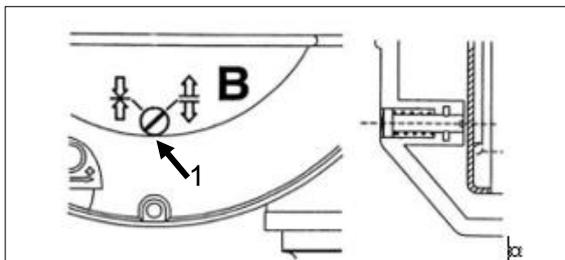

Рис. 5-3 Свободное положение установочного винта
- Вытягивание троса возможно только в том случае, если установочный винт для функции блокировки барабана находится в свободном положении (1). См. рис. 5-3.